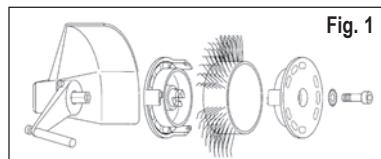
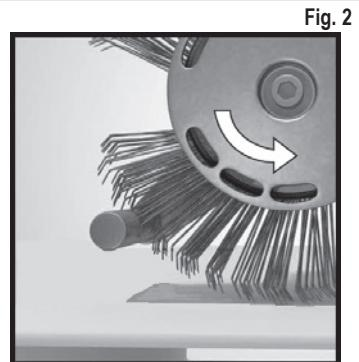

Fig. 1
Fig. 2
1. Afbryd strømforsyningen, og fastgør derefter **MBX®** Bristle Blaster® bånd 23 mm korrekt til værktøjet med holdesystemet (bemærk omløbsretning) og den dertil indrettede stjernefjederskive og skruer. **Se fig. 1 og fig. 2**
Anvendes et **MBX**® bånd i den forkerte omløbsretning? – Ret børstebåndet ind således, at det forløber i den foreskrevne retning (se kapitel 5, Ibrugtagning, fig. 2).